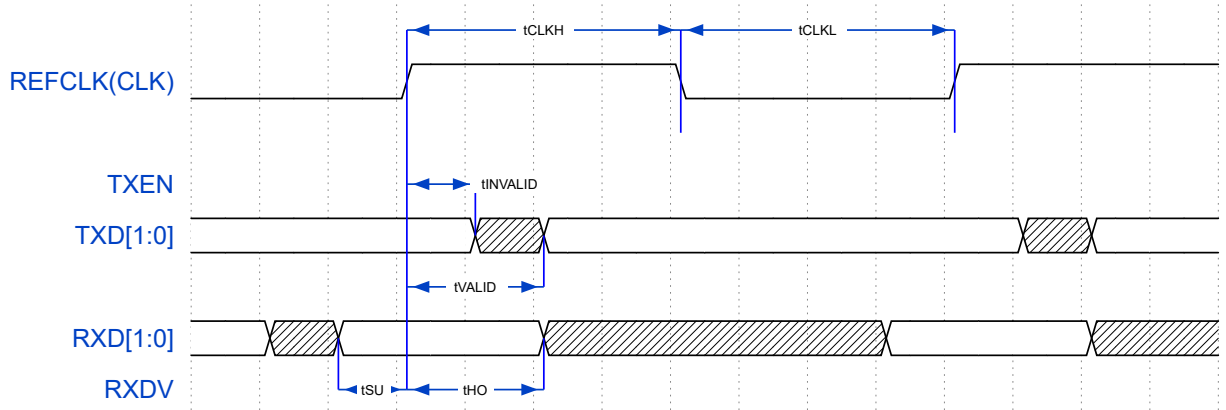

图 21: RMII 接口时序
4.15.1.1 RMII 接口 RMII 接口对应时序如图 21。